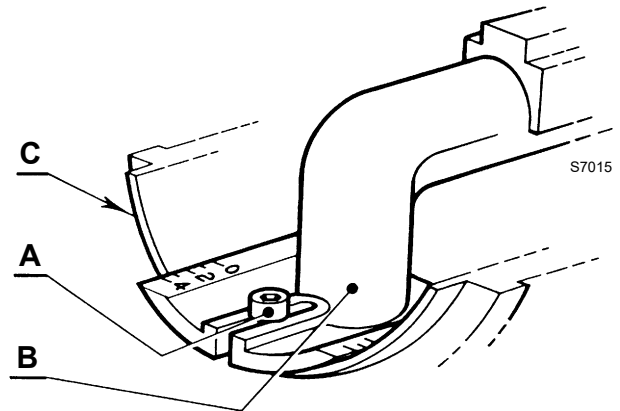

Abb. 12
- die Schraube A (Abb. 12) lockern, den Krümmer B verschieben bis das Ende der Muffe C mit der gewünschten Einstellzahl übereinstimmt;